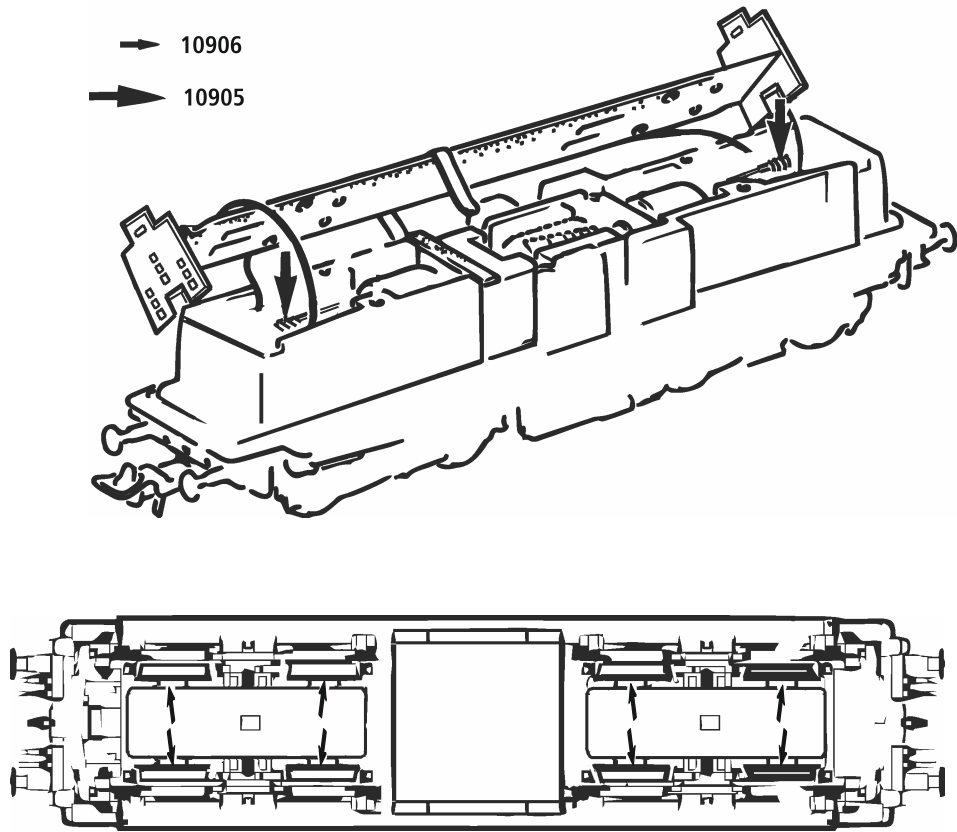

Fig. 6
**1. Reinigung der Radstromkontakte:** Radstromkontakte können auf unsauberen Schienen leicht verschmutzen. Entfernen Sie vorsichtig mit einem kleinen Pinsel den Schmutz an den in Fig. 6 gekennzeichneten Stellen.
**1. Nettoyage des lames de courant aux roues:** Les lames de contacts risquent de s'encrasser rapidement sur des voies poussiéreuses. Veuillez **enlever la poussière** aux endroits marqués à la fig. 6 à l'aide d'un petit pinceau.
**1. Cleaning of wheel contacts:** Wheel contacts easily get dirty on tracks which are not entirely clean. Use a small brush to **remove dirt** from spots marked in fig. 6.